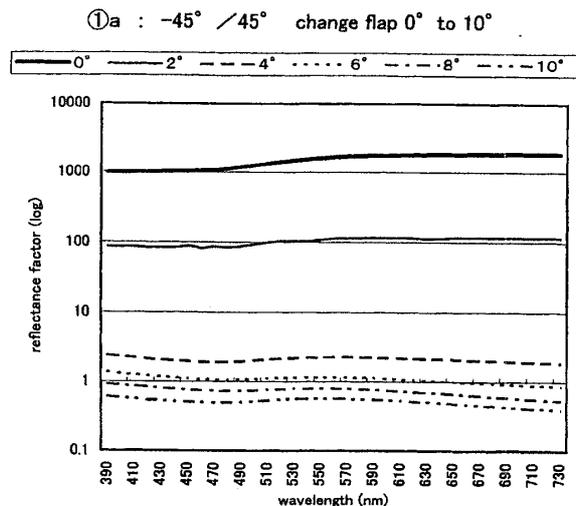

図 2a Br の正反射近傍の反射率係数
5) 図 2a-c から、変角したときの反射率係数の大きさは、正反射に近い領域では Paint と Br 及び Cs では大きく異なることが判った。